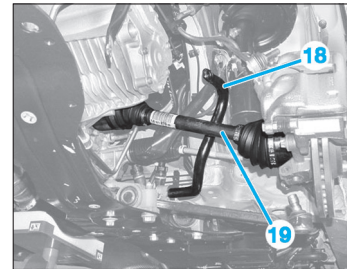

Fig. 20
- Pivoter la barre stabilisatrice (18) pour la dégager de la transmission (19) (Fig.20).